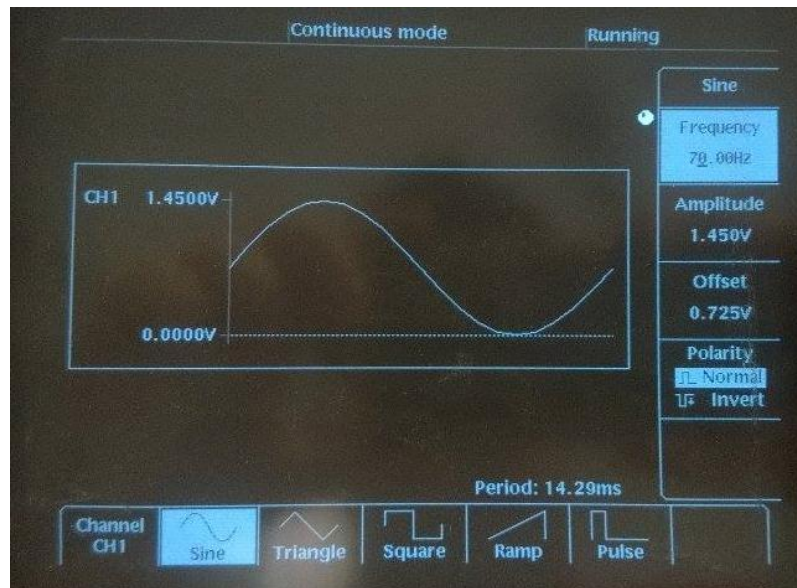
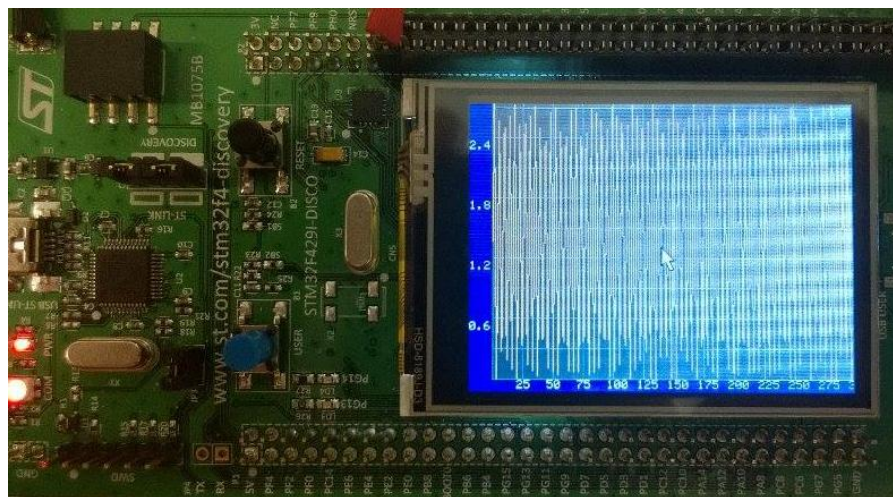

Figura 51: Generatore di funzioni
Figura 52: Funzione seno di ampiezza 2.9V con frequenza di 70Hz
- **Caso 4:** il generatore di funzioni è stato impostato in modo da generare una funzione seno con 70Hz di frequenza, ampiezza 1.450V ed offset 0.725V supponendo una linea da 50Ω (*Figura 51* e *Figura 52*). In questo caso la figura non è molto chiara, perché la frequenza è molto alta. La frequenza massima accettabile si aggira attorno ai 20Hz.